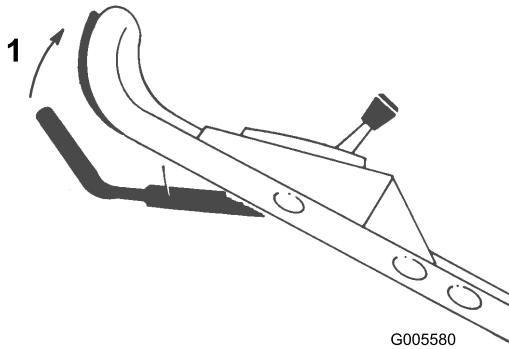

Figura 13
2. Apriete la barra de control contra el manillar para avanzar (Figura 13).
Usted puede variar la velocidad sobre el terreno aumentando o reduciendo la distancia entre la barra de control y el manillar (Figura 13) de la siguiente manera: